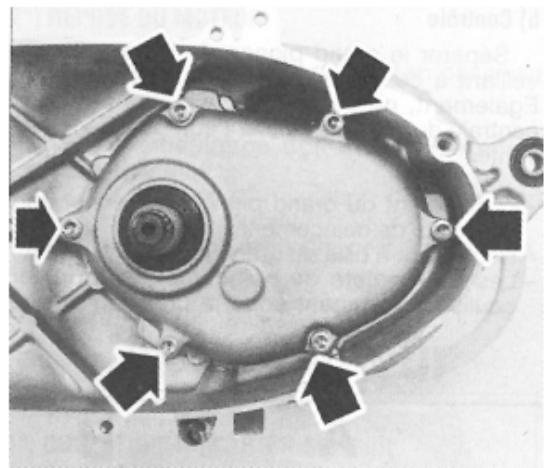
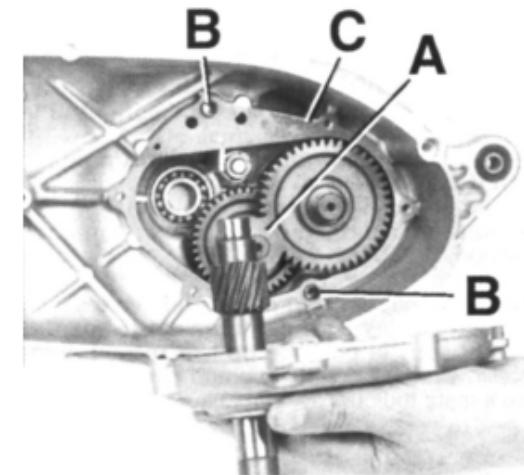

fig. 1
fig. 2
- 5) Pulire accuratamente la parte interna del carter trasmissione principalmente nella zona del coperchio della scatola del riduttore finale (fig. 1).
- 6) Rimuovere il coperchio della scatola trasmissioni (fig. 1) togliendo le viti indicate dalle frecce. Fare attenzione a non danneggiare la guarnizione di tenuta C (fig. 2) e di non smarrire le boccole di centraggio B (fig. 2).
- 7) Pulire la zona interna della scatola di riduzione finale e controllare l'esatta posizione di eventuali rasamenti A (fig. 2).
- 5) Carefully clean the inside of the main transmission casing in the zone of the final gearbox cover (fig.1).
- 6) Remove the transmission box cover (fig. 1) removing the screws indicated by the arrows. Take care not to damage gasket C (fig. 2) and not to mislay the centering bushes B (fig.2).
- 7) Clean the inside of the final gearbox and check the exact position of any shims A (fig. 2) or spacers inside the box .
- 5) Nettoyer soigneusement l'intérieur du carter de transmission, surtout dans la zone du couvercle du boîtier du réducteur final (fig. 1).
- 6) Enlever le couvercle de la boîte de transmission (fig. 1) en retirant les vis indiquées par les flèches. Faire attention à ne pas endommager le joint d'étanchéité C (fig. 2) et à ne pas perdre les bagues de centrage B (fig. 2).
- 7) Nettoyer l'intérieur du boîtier du réducteur final et contrôler la position exacte des cales A (fig. 2) ou entretoises
- 5) Das Innere des Antriebsgehäuses sorgfältig reinigen, insbesondere im Bereich des Deckels der Enduntersetzung (Abb.1).
- 6) Den Deckel des Antriebsgehäuses entfernen (Abb. 1). Dazu die durch Pfeile gekennzeichneten Schrauben abschrauben. Während dieses Vorgangs ist darauf zu achten, die Abdichtung C (Abb.2) nicht zu beschädigen und die Zentrierbuchsen B (Abb.2) nicht zu verlieren.
- 7) Das Innere des Untersetzungsgtriebegehäuses reinigen und etwaige Zwischenscheiben A (Abb.2) oder Distanzstücke im Innern des Gehäuses auf ihre exakte Positionierung überprüfen.
- 5) Limpiar cuidadosamente la parte interna del cárter de transmisión principalmente en la zona de la tapa de la caja del reductor final (fig. 1).
- 6) Retirar la tapa de la caja de transmisiones (fig. 1) quitando los tornillos indicados por las flechas. Poner atención para no dañar las juntas de retención C (fig. 2) y no perder los anillos de centrado B (fig. 2).
- 7) Limpiar la zona interna de la caja de reducción final y controlar la exacta posición de eventuales niveladores A (fig. 2) o espaciadores presentes adentro de la caja misma.
12) Montare il coperchio della scatola di riduzione finale, fig. 1, dopo aver controllato la perfetta integrità della guarnizione C fig. 2 oppure qualora
12) First of all check if the gasket C fig. 2 is in perfect condition and then fit the cover of the final gearbox, fig.1. Otherwise, if the gasket paste is supplied, re-use it to create the new gasket. If the gasket is not perfect,
12) Monter le couvercle du boîtier de réduction finale, fig. 1, après avoir contrôlé que le joint C, fig. 2, est parfaitement intègre; ou, s'il y a de la
12) Den Deckel des Untersetzungsgetriebegehäuses montieren, Abb.1. Anschließend den einwandfreien Zustand der Abdichtung C Abb.2 überprüfen oder falls die Dichtungspaste vorhanden ist, eine neue Dichtung vorsehen. Falls die Abdichtung in irgend einer Weise Mängel
12) Montar la tapa de la caja de reducción final, fig. 1, después de haber controlado la perfecta integridad de la junta C fig. 2, o si se encuentra la pasta para juntas, utilizarla para crear la junta nueva. Si la junta no estuviese perfecta sustituirla con una nueva original. Ajustar los tornillos indicados en la fig. 1 con un par de cierre de 12Nm. Controlar que la
sia presente la pasta per guarnizione, riutilizzare la pasta per guarnizioni per creare la nuova guarnizione. Qualora la guarnizione non sia perfetta sostituirla con una nuova originale. Serrare le viti indicate in fig. 1 con una coppia di serraggio di 12Nm. Controllare che la ruota ruoti liberamente senza sforzo per verificare il corretto montaggio.
replace it with a new original part. Tighten the screws shown in fig 1 to a tightness torque of 12Nm. To make sure installation was correctly performed, check if the wheel turns smoothly without excessive effort.
pâte pour joints, ré-utiliser cette pâte pour créer le nouveau joint. Si le joint n'est pas en parfait état, le remplacer avec un autre joint d'origine. Serrer les vis indiquées en fig. 1 à un couple de serrage de 12Nm. Pour vérifier que le montage est correct, contrôler que la roue tourne librement et sans efforts.
aufweist, diese mit einer neuer Original-Abdichtung ersetzen. Die Schrauben wie in Abb.1 angegeben mit einem Anzugsmoment von 12 Nm anziehen. Danach kontrollieren, dass die Räder mühelos frei laufen, was auf eine ordnungsgemäße Montage schließen lässt.